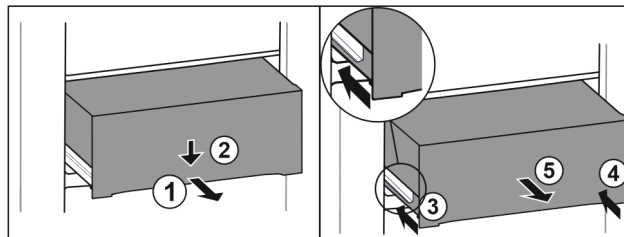

Fig. 131
- ▶ Predal izvlecite do polovice. Fig. 131 (1)
- ▶ Predal na sprednji strani potisnite navzdol. Fig. 131 (2)
- ▶ Levo vodilo potisnite približno 2 cm noter. Fig. 131 (3)
- ▶ Desno vodilo potisnite približno 2 cm noter. Fig. 131 (4)
- ▶ Predal vzemite ven v smeri naprej. Fig. 131 (5)